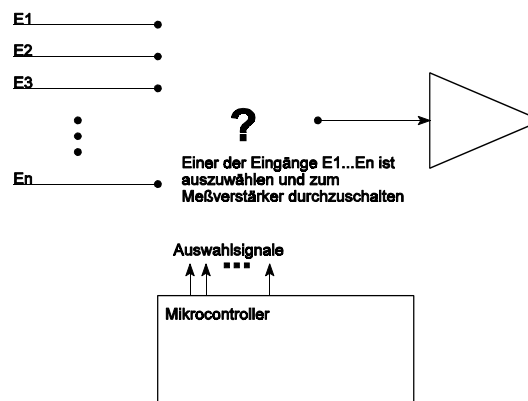

Abbildung 3
- schlagen Sie eine Alternative vor, die auf handelsübliche Bauelemente zurückgreift. Skizzieren Sie die Grundsatzlösung anhand des Problems der Meßstellenauswahl (Abbildung 3).